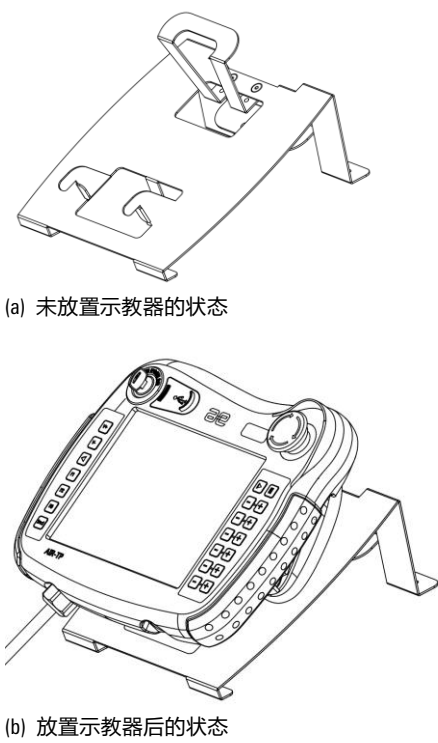

图 26-2 示教器横放效果图
- 横放零件安装的相对位置和效果参考图 26-2，(a)为未放置示教器的状态，(b)为放置示教器后的状态。